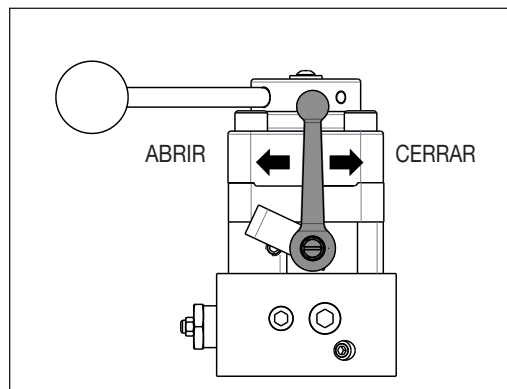

Figura 8, Válvula de purga lenta
8.2 Válvula de purga lenta - solo VM43M-FR (véase Figura 8)